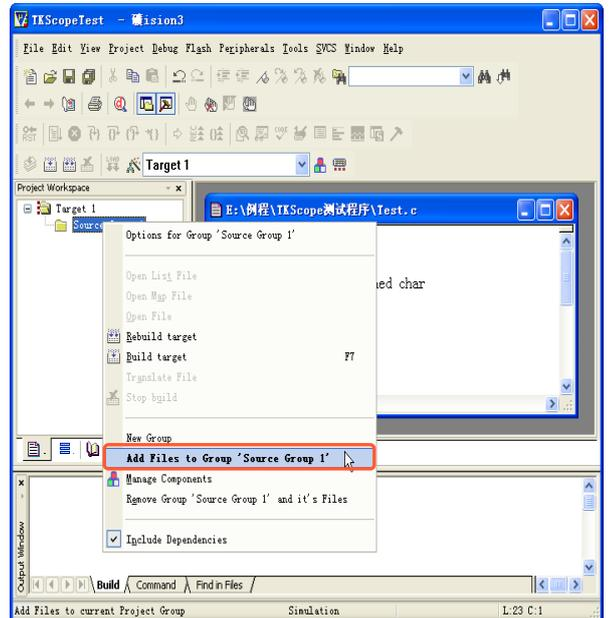

图 2.24 添加用户程序文件
**4** 在主界面左侧的工程窗口中，选中【Target 1】下面的【Source Group 1】选项，点击鼠标右键，在弹出的菜单中选择【Add Files to Group】选项，如图 2.24 所示，把用户程序文件添加到工程中。